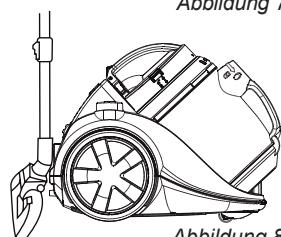

Abbildung 8
3. Schieben Sie das Teleskoprohr komplett ein. An der Rückseite des Staubsaugers befindet sich ein Befestigungsschlitz (siehe Abbildung 8). Schieben Sie die Hinterseite der Saugdüse in den Schlitz. So können Sie den Staubsauger leicht verstauen und ihn schnell wieder hervorholen, ohne die Teile auseinandernehmen zu müssen.